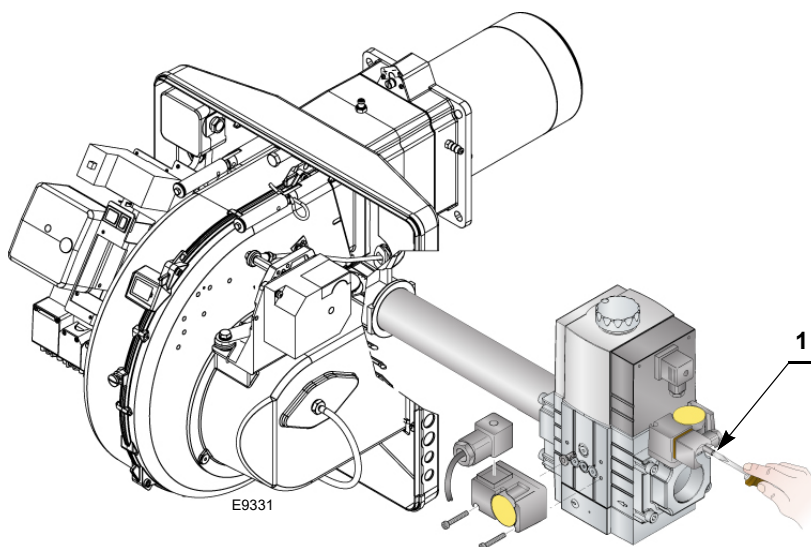

Fig. 21
- Controlar la presión de la alimentación de gas conectando un manómetro en la toma de presión 1)(Fig. 21) del presostato gas de mínima: debe ser inferior a la presión máxima permitida de la rampa de gas, que figura en la placa de características.